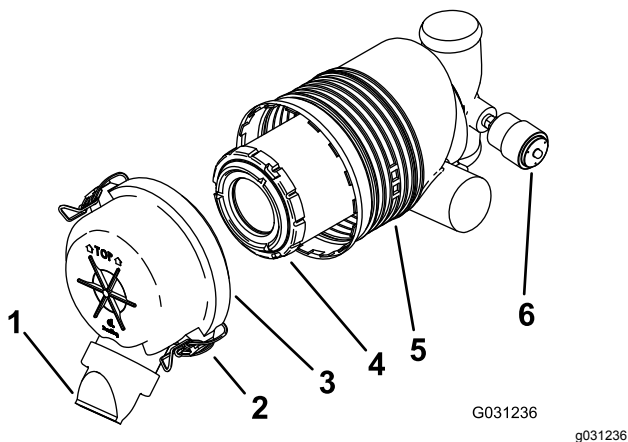

Figura 41
Importante: Sostituire il filtro dell'aria solo quando la spia di servizio è rossa (Figura 41). Sostituendo il filtro dell'aria prima del necessario si aumenta il rischio che la morchia entri nel motore quando si toglie il filtro.
5. Rilasciate i dispositivi di fermo del filtro dell'aria e togliete il coperchio dal corpo del filtro (Figura 41).
- Se l'indicatore di servizio è pulito, montate la copertura del filtro dell'aria con il coperchietto antipolvere orientato verso il basso e fissate i fermi (Figura 41).
1. Estraete con cautela il filtro dal corpo del filtro dell'aria (Figura 41).
3. Montate il filtro con attenzione (Figura 41).
4. Montate la copertura del filtro dell'aria con il coperchietto antipolvere orientato verso il basso e fissate i fermi (Figura 41).